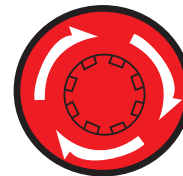

Figure 55. Bouton d'arrêt d'urgence
1. Pour arrêter le moteur en cas d'urgence, appuyez sur le **bouton-poussoir d'arrêt d'urgence** (Figure 55). L'activation de l'interrupteur d'arrêt d'urgence entraîne l'**ouverture** des contacts du disjoncteur principal.